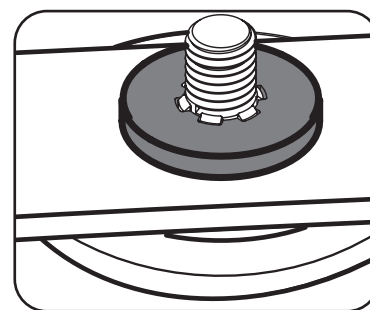

Figure 4
2. Placez bien la rondelle plate sur l'arbre de la fusée. Les cannelures au bas de l'arbre de la fusée doivent s'aligner avec celles de la rondelle. Voir Figure 4.